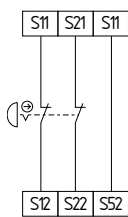

Fig. 9
**Circuito de paragem de emergência de dois canais com dispositivos de comando conforme DIN EN ISO 13850 (EN 418) e EN 60947-5-5 (siehe Abb. 9)**